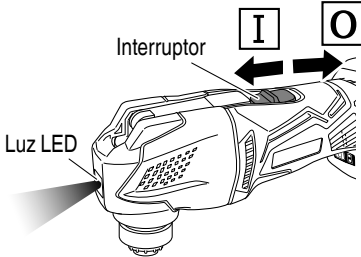

Fig. 7
6. Al deslizar el interruptor hacia la posición **I** se encenderá la herramienta, activándose simultáneamente la luz LED que iluminará la herramienta de aplicación. (Fig. 7)